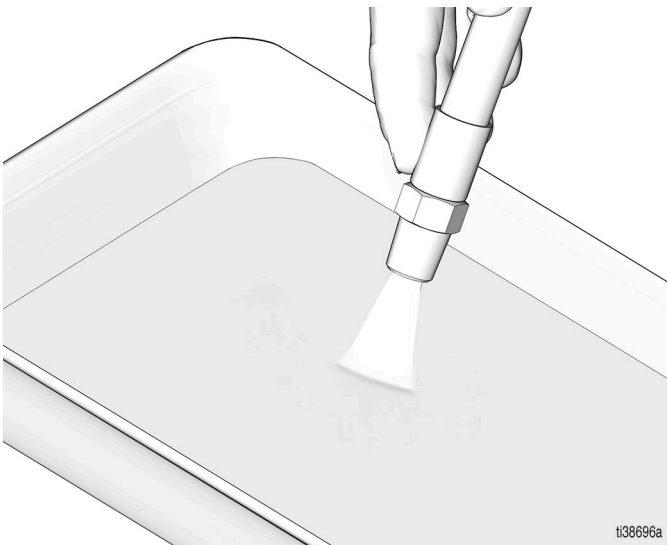

ABB. 4
3. Spülen Sie die zu dosierende Flüssigkeit durch das Gerät, bis die Flüssigkeit klar ist (ABB. 4).